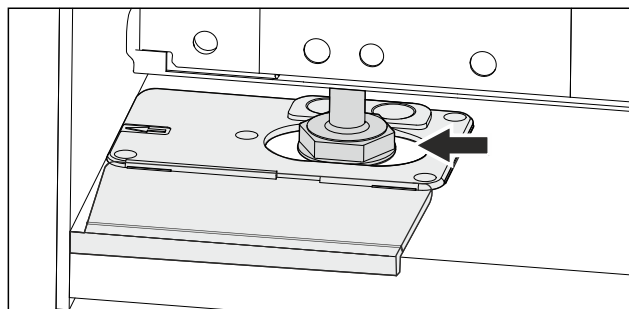

Fig. 47
- Vyrovnejte spotřebič pomocí seřizovacích nožek. Fig. 47 ()